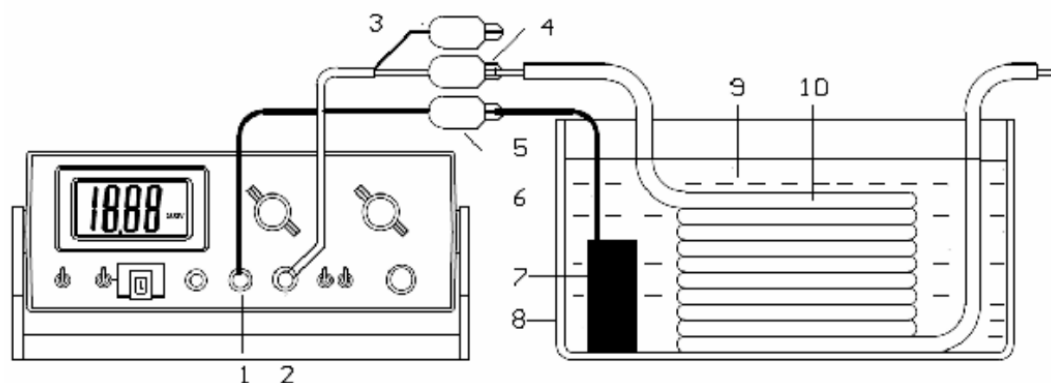

图 7 单芯电缆测量
**4.1.1.2 单芯电线绝缘电阻测量：**将被测电线放入恒温水箱中（电线两头放在水箱外），仪表高压输出端通过金属导体与水接通，测量输入端（红）与芯线相连，屏蔽端（黑）空置不用，见图 7。